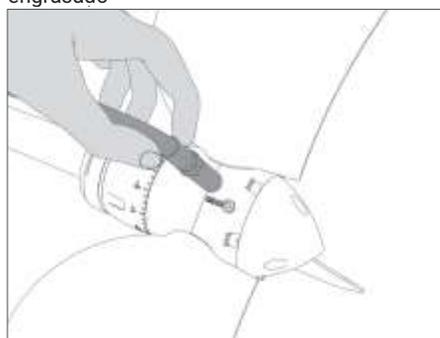

FIG. 44 Inserción del tubo de engrase
- Inserte la boquilla del tubo de grasa en el engrasador (**Fig. 44**).